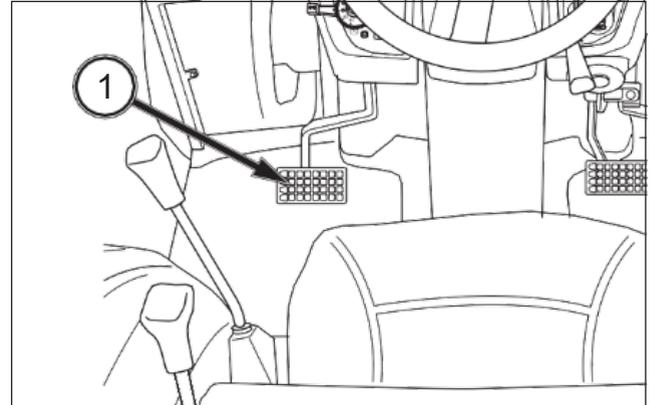

FIG. 42
FIG. 42: cuando el pedal de acoplamiento (1) esté completamente presionado, la transmisión está desembragada, lo que permite arrancar el motor, cambiar las velocidades y detener el desplazamiento del tractor. Para embragar la tracción integral (4 ruedas motrices) hay que pisar también el pedal del acoplamiento.